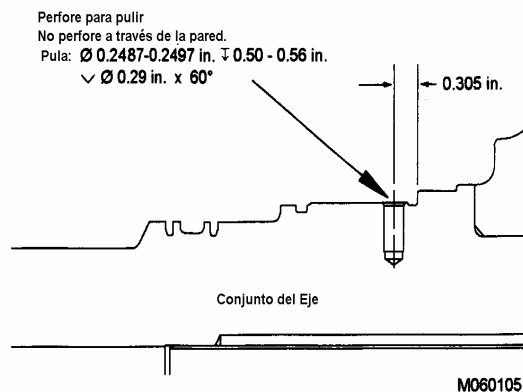

FIGURA 7-53
14. Si lo sacó, instale el pasador de espiga trasero (2) en el conjunto del eje (6). Presione el pasador hasta que queden 2.0 mm (0.080 in.) expuestos sobre la superficie
***Si el eje no venía originalmente con rodamientos con pasadores, instale el pasador de espiga de acuerdo a las instrucciones de las Figura 7-53 y 7-54.***